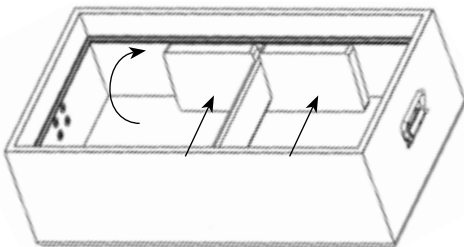

Abbildung 25
3. Sobald sich der Ausschnitt im Schaumstoffabstandshalter mittig unter der Holzrippe befindet, drehen Sie den Schaumstoffabstandshalter um 90 Grad nach oben und drücken ihn gegen die Holzseite. Siehe Abbildung 25.